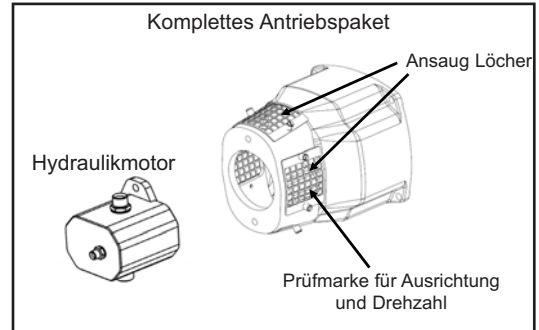

Abb. 6
1. Wenn der Kompressor hydraulisch angetrieben werden soll, kann MOUVEX einen Standard-Antriebssatz für die direkte Montage des Motors oder der Hydraulikpumpe liefern. Ebenso ist bei MOUVEX der Hydraulikmotor erhältlich ; siehe Abb. 6.
3. Wenn die Kupplungen ordnungsgemäß ausgerichtet sind, muss die Außenmuffe aus Plastik einen axialen Spielraum von 0,19 Zoll (5 mm) bei einer Drehung von 360° haben. Das können Sie nachprüfen, indem Sie die Prüfmarke entfernen ; siehe Abb. 6.